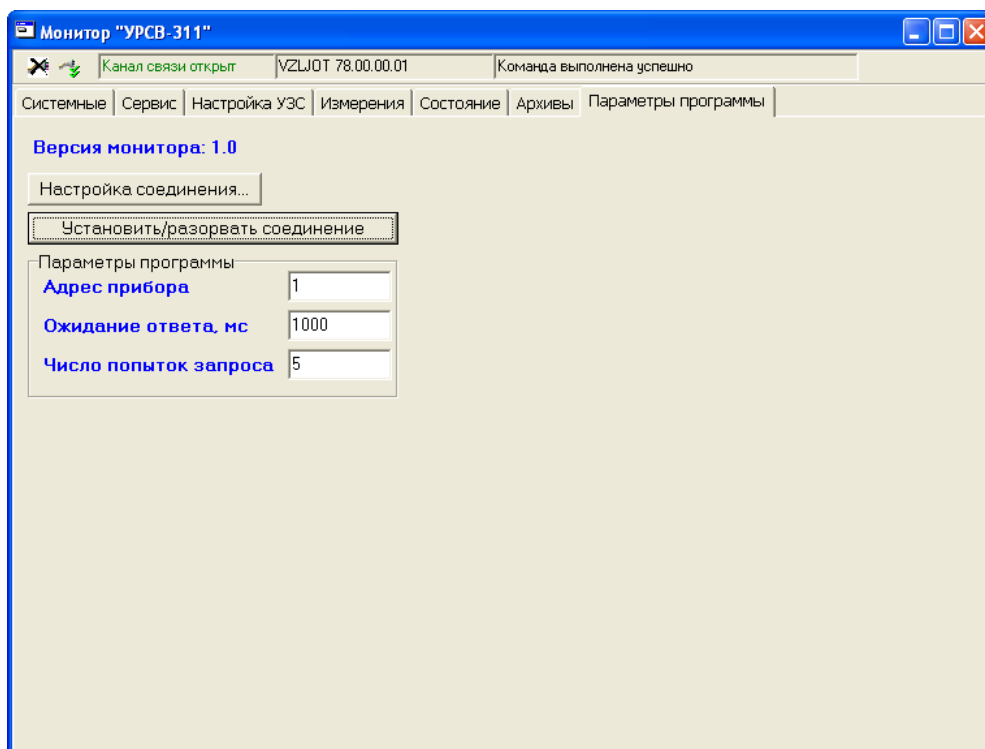

Рис.10. Окно «Параметры программы» программы «Монитор УРСВ-311».
- 2.5.7. В окне «Параметры программы» (рис.10) производится настройка программы для связи с расходомерами, объединенными в сеть по интерфейсу RS-485.